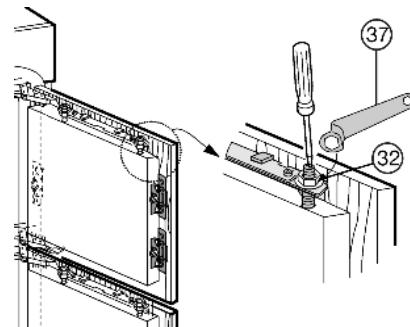

Fig. 25
- ▶ Stringere i contro-dadi Fig. 25 (32) con la chiave ad anello Fig. 25 (37), trattenendo il perno di regolazione Fig. 25 (33) con un cacciavite.